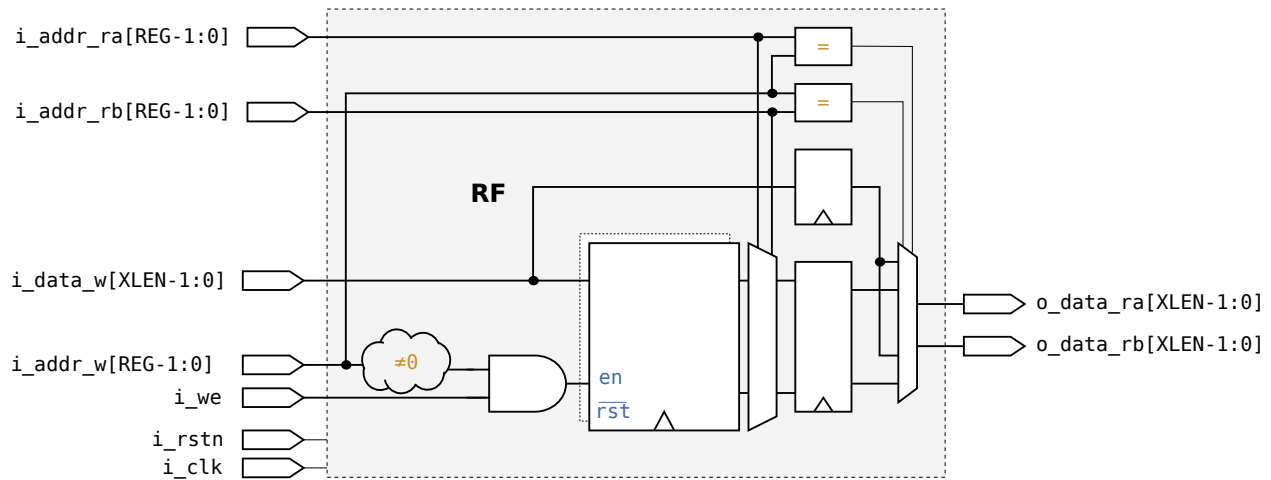

FIGURE 17 – Module *Banc de Registres* (RF)
Le rôle du module *Banc de Registres* (RF) dans le *mini-riscv* consiste à contrôler l'accès en lecture et en écriture aux 32 registres de 32 bits. Il comporte deux paramètres génériques : `REG` et `XLEN`, qui définissent la taille des signaux d'adresse et de donnée. Par défaut, `REG = 5` et `XLEN = 32`. La FIGURE 17 montre le schéma de principe du *banc de registre*, et la SOURCE 6 montre son interface VHDL. Le module est séquentiel. Il doit se comporter de la façon suivante : Chaque adresse pointée par les signaux d'adresse (`i_addr_*`) correspond à un emplacement mémoire accessible par les signaux de données (`i_data_w` et `o_data_*`). L'adresse `0x0` contient toujours la valeur 0. La remise à zéro est asynchrone : La totalité des emplacements mémoires sont affectés à zéro lorsque `i_rstn` vaut 0. L'écriture des données s'effectue sur front montant du signal d'horloge `i_clk`. L'emplacement pointé par le signal d'adresse `i_addr_w` est